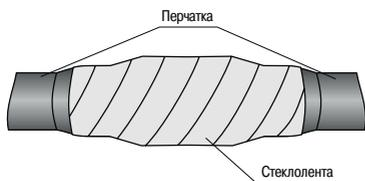

Рисунок 16.
4.30 Выполнить стягивающую намотку стеклолентой с 50 %-ным перекрытием на соединение кабелей закрыв полностью пластины уплотняющего состава при одновременном сжатии жил друг с другом (рисунок 16).